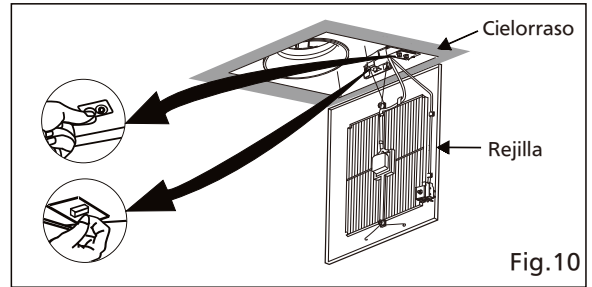

Fig.10
13. Ajuste el interruptor Pick-A-Flow; si se usa, ajuste el módulo de velocidad múltiple FV-VS15VK1 (Fig.10). Consulte la indicación en la página 6.